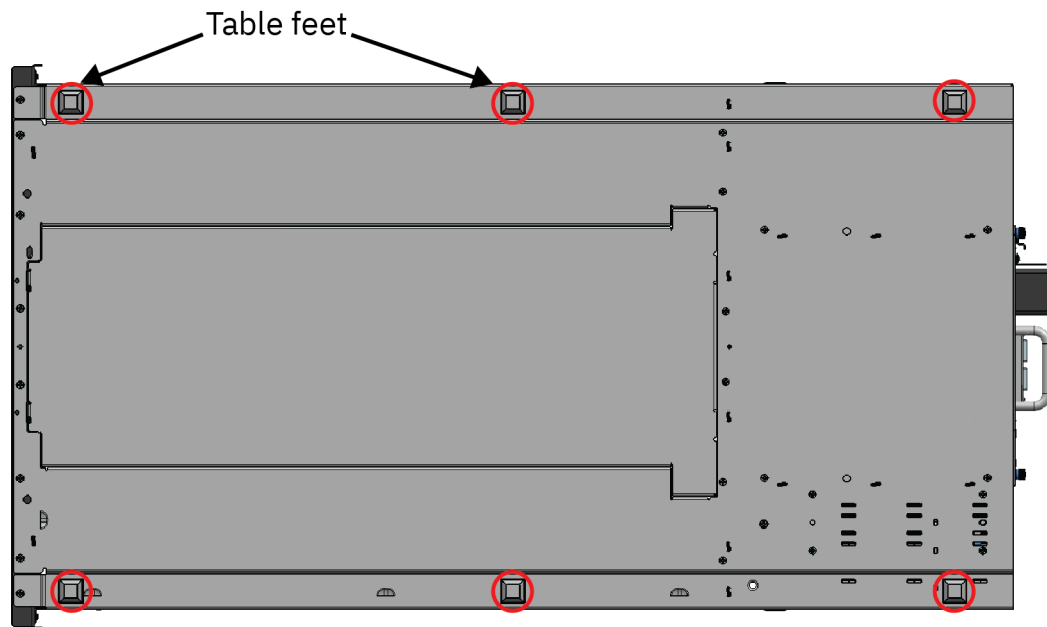

Abbildung 26. Tischfüße
4. Bringen Sie die Füße an der Grundplatte des Moduls an. Siehe Abbildung 26 auf Seite 45.